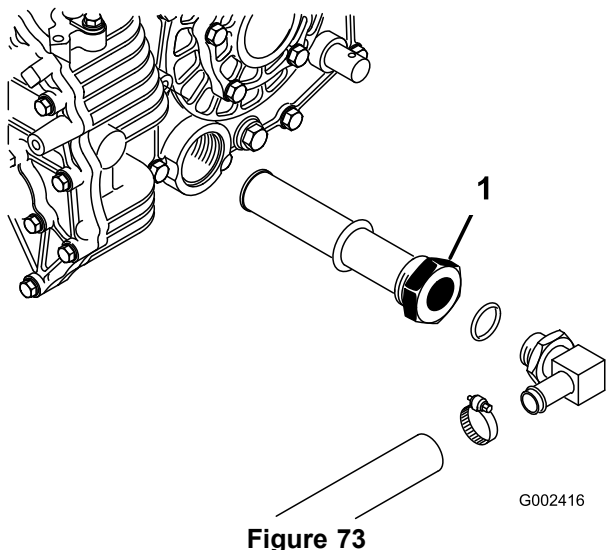

Figure 73
3. Notez l'orientation du flexible hydraulique et du raccord à 90° raccordé à la crépine sur le côté du réservoir (Figure 73). Déposez le flexible hydraulique et le raccord de 90°.